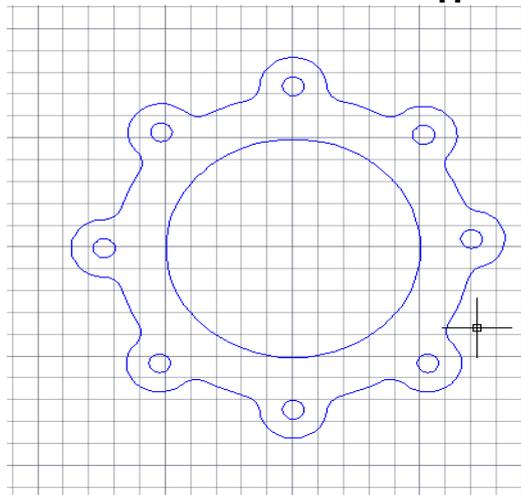

Рис.13. После использования команды Сопряжение
10. Для скругления в местах сопряжения «лепестков» с кольцом, использовать команду **Сопряжение** на панели **Редактирование**. Задать радиус скруглений (8мм), а затем, указать поочередно смежные дуги (Рис.13).